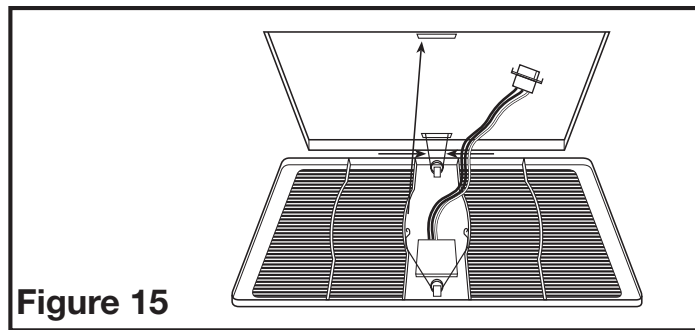

Figure 15
- 5b. **MODÈLES DÉTECTION DE MOUVEMENT:** Installez la grille en pressant le ressort le plus loin possible du détecteur de mouvement et installez-le dans la fente la plus éloignée du compartiment de fil sur le logement du ventilateur. Attachez le cordon de 3 broches à connexion rapide à partir du capteur de mouvement sur le gril soit au câblage installé à l'étape 2a (les modèles à une vitesse) ou au connecteur de la partie supérieure du compartiment de fil (modèles à deux vitesses). Ce cordon ne s'adapte que d'une seule façon dans le connecteur. Installez l'autre ressort en place et poussez la grille en position (Figure 15).